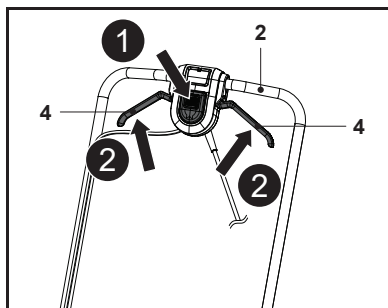

Fig. 15
1. Colóquese detrás de la empuñadura de agarre (2).
2. Mientras mantiene pulsado el interruptor de seguridad (1), tire de la palanca de arranque (4) hacia la empuñadura de agarre (2) y manténgala en esa posición (Fig. 15, pasos 1 y 2).
3. Una vez que el cortacésped haya arrancado, suelte el interruptor de seguridad (1).